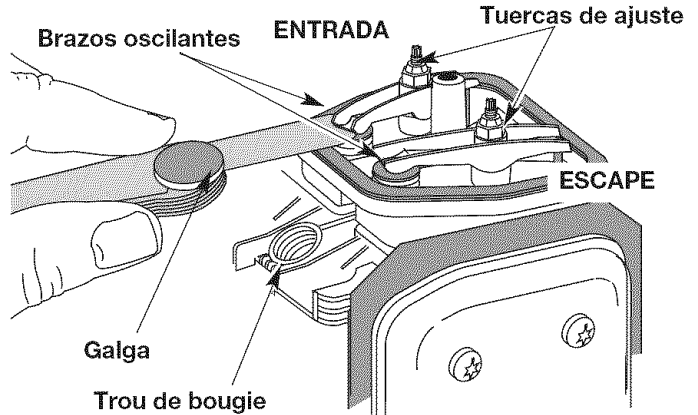

Fig. 32
- El pistón se encuentre en la parte superior de su recorrido mientras mira dentro del orificio de la bujía de encendido (Fig. 32).
El huelgo recomendado para las válvulas de entrada y de escape es 0,076 – 0,152 mm (0,003 – 0,006 pulgadas). Use un calibrador regular de automóvil de 0,127 mm (0,005 pulgadas). El calibrador debe deslizarse entre el balancín y el vástago de la válvula con una ligera cantidad de resistencia, sin doblarse (Fig. 32 y 33).
- a. Gire la tuerca de ajuste con una llave de 8 mm (5/16 pulgadas) o una guía de tuercas (Fig. 32).